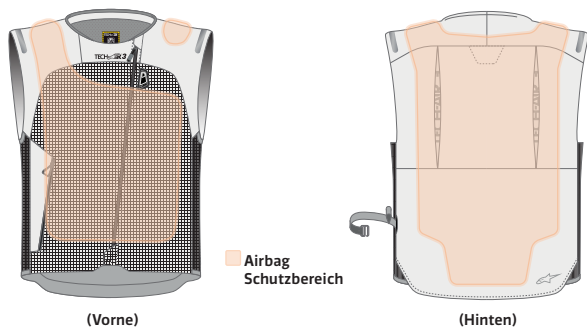

Abbildung 2: Airbag Schutzbereich
Das System bietet dem Benutzer (sowohl Fahrer als auch Beifahrer), der das System trägt, im Falle eines Unfalls oder eines anderen auslösenden Ereignisses Aufprallschutz in den in Abbildung 2 dargestellten Bereichen. Beachten Sie, dass der Schutz, den das System bietet, begrenzt ist, wie im weiteren Verlauf dieses Benutzerhandbuchs erläutert wird (siehe Abschnitt 3.2 und Abschnitt 4 „Nutzungsbeschränkungen“).
**WARNUNG! Das System bietet nur einen begrenzten Aufprallschutz gegen Kräfte in den Bereichen der Airbagabdeckung, wie in Abbildung 2 dargestellt. Es wird keine Garantie dafür gegeben, dass das System Verletzungen (einschließlich schwerer oder tödlicher Verletzungen) innerhalb und/oder außerhalb der Bereiche der Airbagabdeckung oder der Schutzhülle verhindert.**